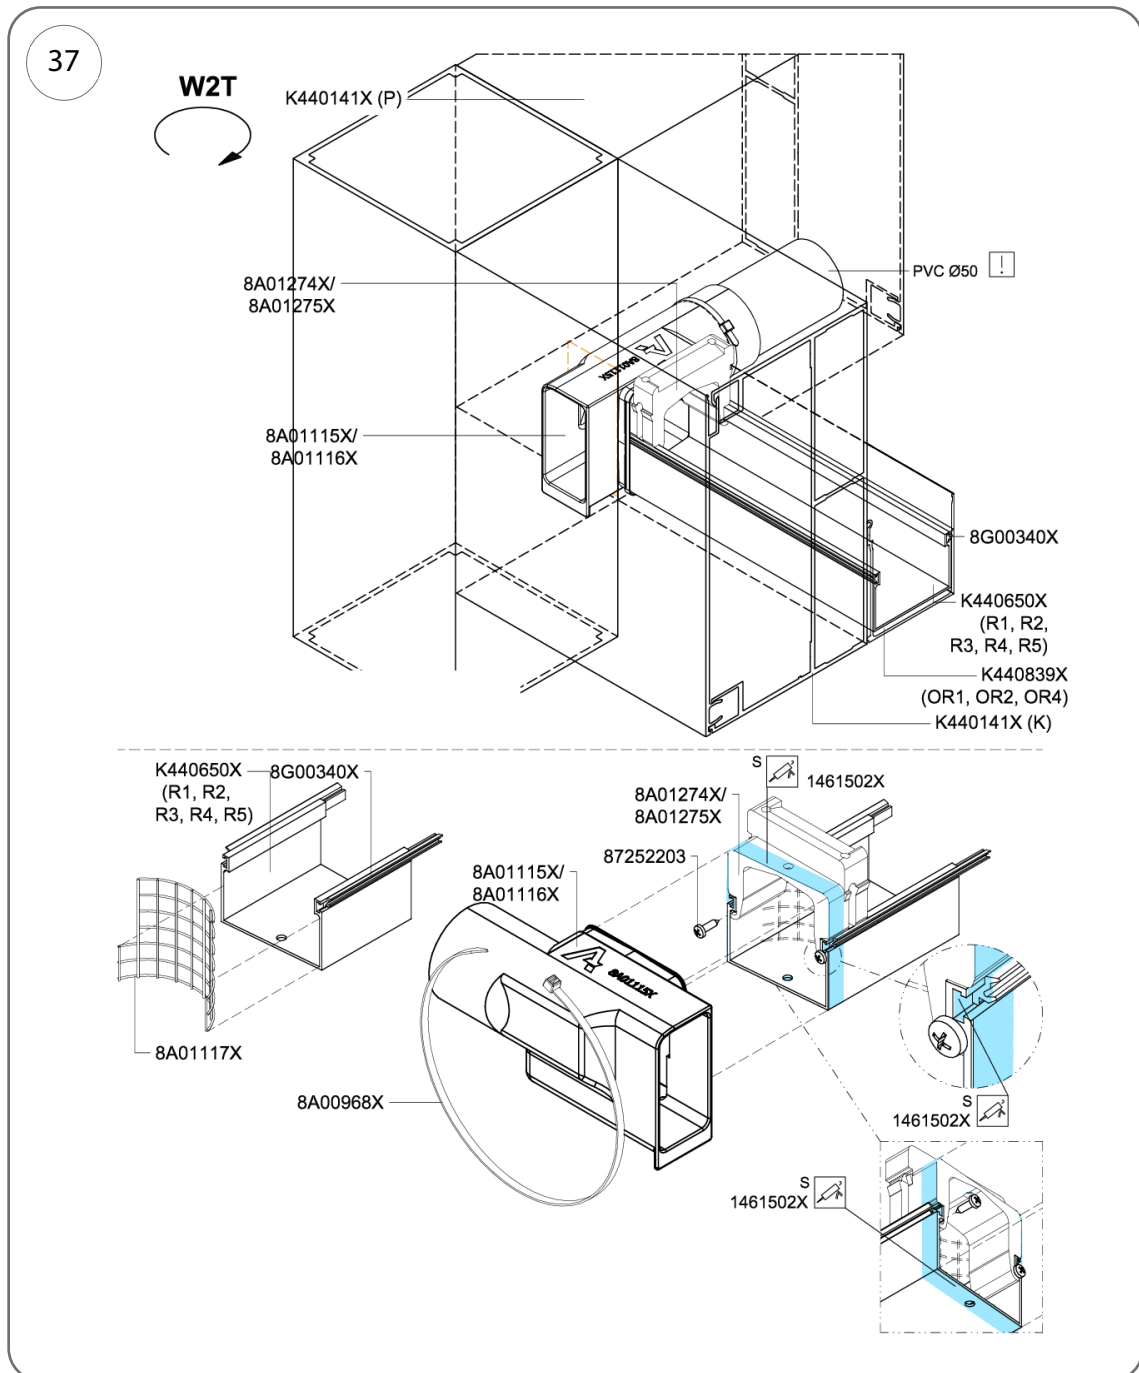

Abb. 37
2. Sichern Sie die Verriegelungselemente gegen ein Verrutschen, indem Sie 2 Schrauben  $\varnothing 3,5 \times 13$  mm (Art.-Nr. 87252203) eindrehen – Abb. 37.
3. Tragen Sie gemäß Abb. 37 eine Schicht der Klebe- und Dichtmasse (Kat.-Nr. 1461502X) auf den gesamten Umfang der Rinne und des Verriegelungselements auf.